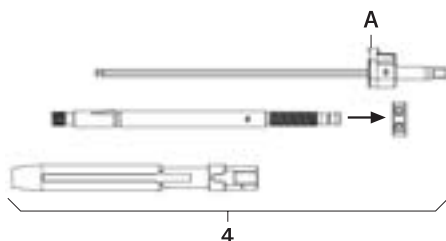

Fig. 2
- Smontare la leva da riduzione 4, vedere Fig. 2: Premere con forza il pulsante A ed estrarre il cacciavite FW234R.